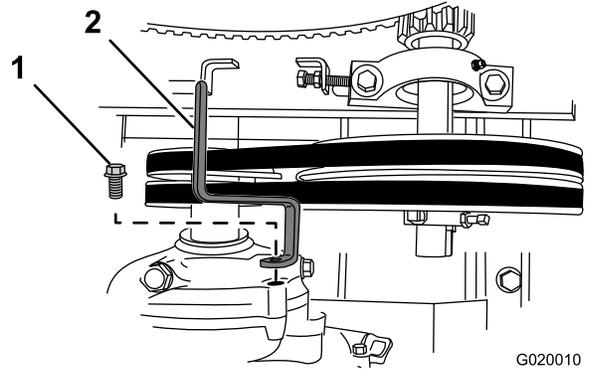

Figura 72
3. Retire el perno que sujeta la guía de las correas al motor, y retire la guía de las correas (Figura 72).
7. Sujete la guía de las correas provisionalmente al motor (Figura 72) con el perno que se retiró en el paso 3 de Retirada de las correas (página 44).